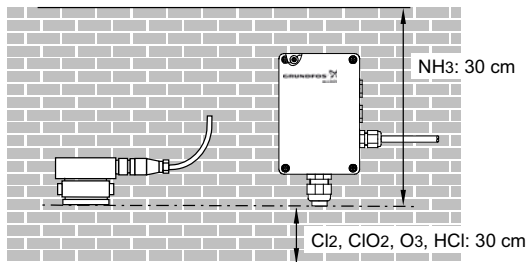

Abb. 6 Sensor montieren
- Das mitgelieferte Befestigungsmaterial an die Wand montieren, so dass der Sensor sich ca. 30 cm über dem Boden befindet. Siehe Abb. 6.
- Das Sensorschnittstellengerät ist wie nachfolgend beschrieben zu installieren. Siehe Abb. 6.